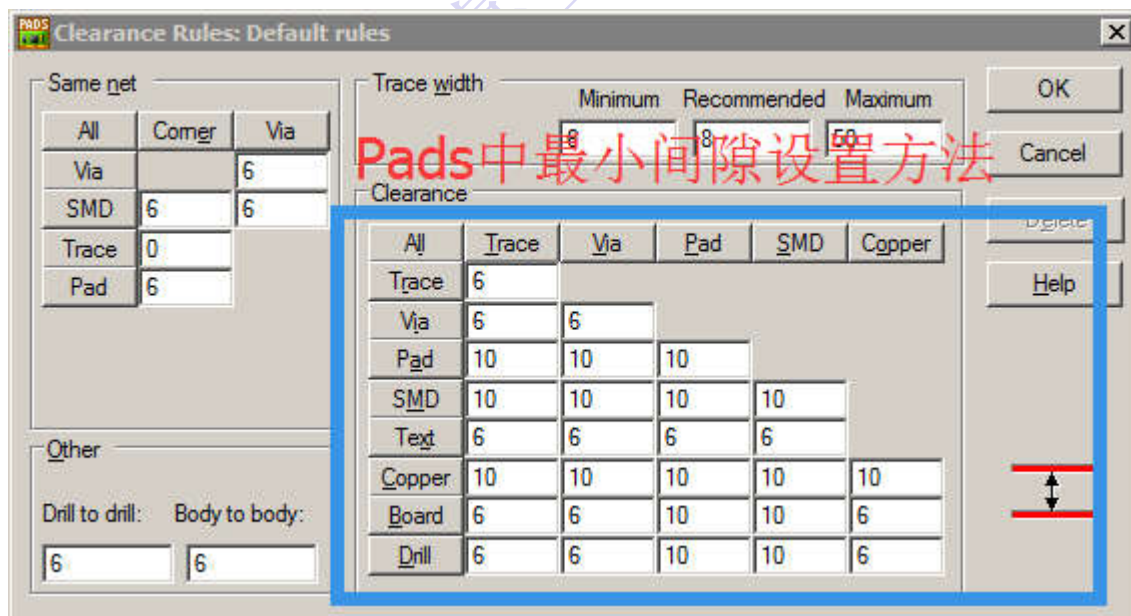

图 27 Pads 中最小间隙设置方法
c). PADS 中, 点击 “Setup—Design Rules”, 选择 “Electrical” 下的 “Clearance”, 如图 27 所示。